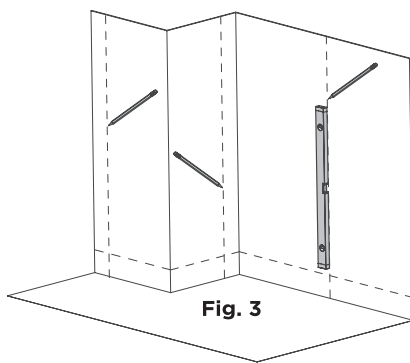

Fig. 3
- 4.1 Tracez des lignes de référence verticales d'aplomb sur le mur existant et une ligne horizontale de niveau au bas du mur. (Fig. 3)